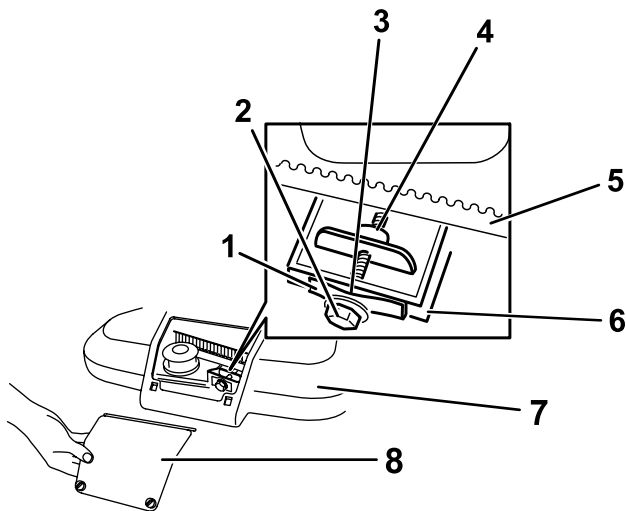

Figure 34
1. Desserrez les 2 vis sur le panneau d'accès au couvercle de courroie et déposez le panneau (Figure 34).
Remarque: Si un espace est visible entre la jauge et le ressort, serrez le boulon et l'écrou de réglage jusqu'à ce que la jauge d'épaisseur puisse à peine passer dans l'espace (Figure 34).